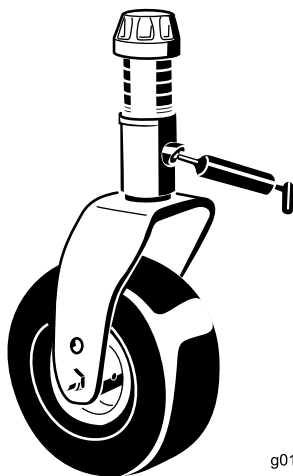

Figura 77
- 2 boccole dell'albero della forcella della ruota orientabile (Figura 77)